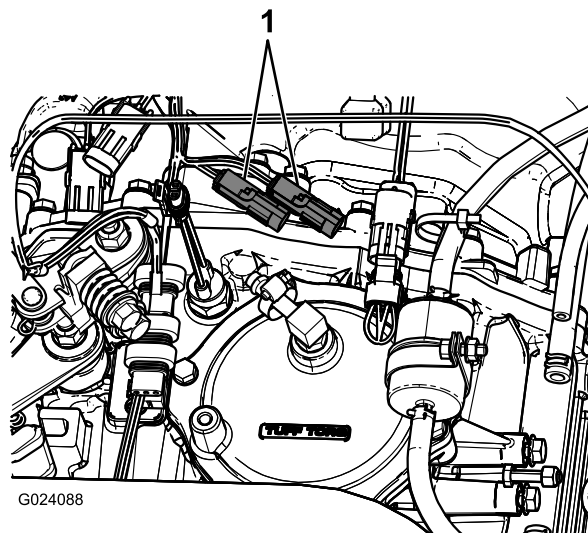

Рисунок 12
9. Подсоедините имеющийся датчик скорости к разъему датчика скорости и выходному разъему датчика скорости на новом жгуте проводов (Рисунок 12).